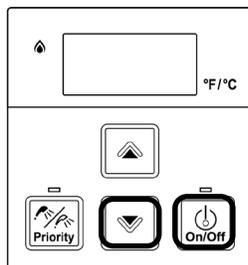

Figura 41
- Mientras retiene el botón ▼ (abajo) durante 2 segundos, oprima y retenga el botón de encendido/apagado («On/Off») (retenga simultáneamente ambos botones) (Figura 41).